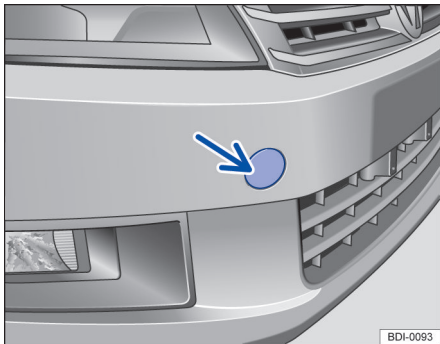

图 169 在保险杠的右前部：拆卸盖板
- 先按压盖板外侧，直至开启，再拆下盖板并将其挂在汽车上。⇒图 169